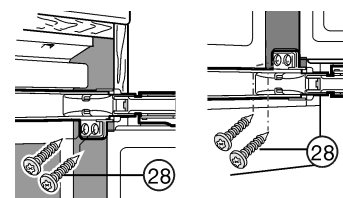

Fig. 15
- ▶ An beiden Türen mit Spanplattenschrauben *Fig. 15 (28)* jeweils oben und unten durch die Scharnierlaschen schrauben.